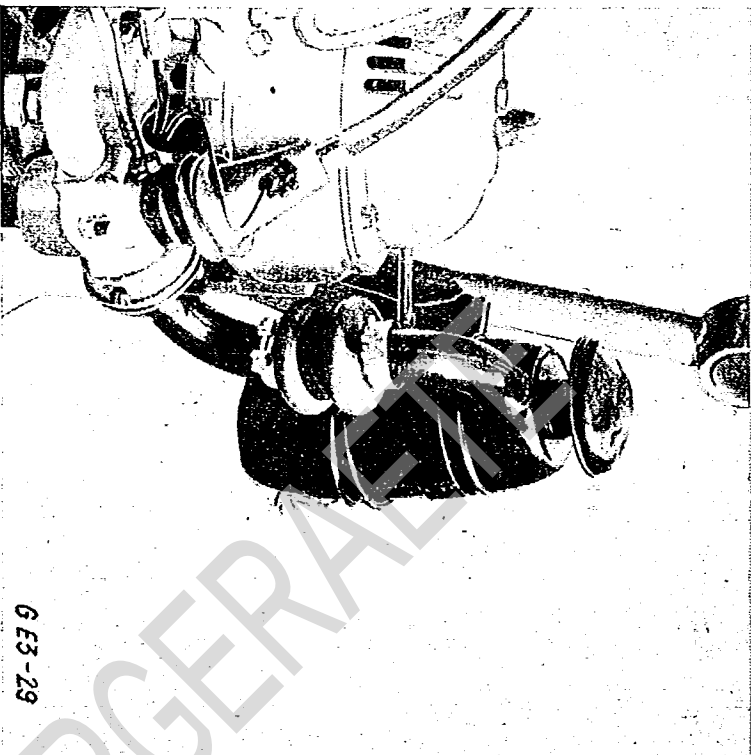

Bild 3. Ölbad-Luftfilter
1. Ölbad-Luftfilter (siehe Bild 3): Nach 20 Betriebsstunden oder bei starkem Staubanfall täglich Ölstand kontrollieren und bei Verschmutzung Öl erneuern – Ölschlamm mit Holzspan auskratzen, Motorenöl SAE 40 oder 50 bis zur Marke auffüllen (siehe Filter-Wartungsanleitung).